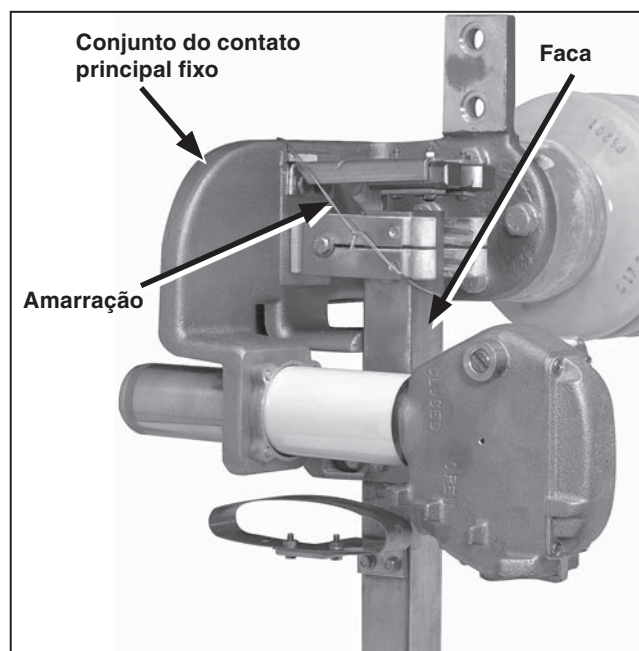

Figura 7. Amarre a faca da chave ao conjunto do contato fixo.
PASSO 4. Para otimizar o uso do tempo na etapa de ajustes finais, assegure-se que cada unidade-polo da chave está totalmente fechada e que seu mecanismo de acionamento se encontra no batente de fechamento. Amarre as facas da chave às suas estruturas de contato fixo e os mecanismos de acionamento aos seus batentes. Ver Figura 7.